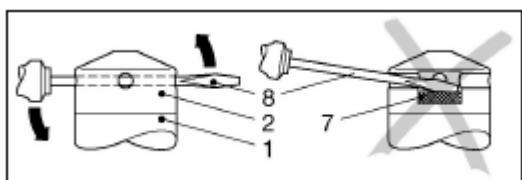

Рисунок 1.
2.4.3. Датчики имеют предохранительную заглушку, препятствующую механическому повреждению мембранны. В случае необходимости, например, при измерении давления вязких сред, очистке и осмотре датчика, заглушка может быть удалена (см. Рисунок 1).